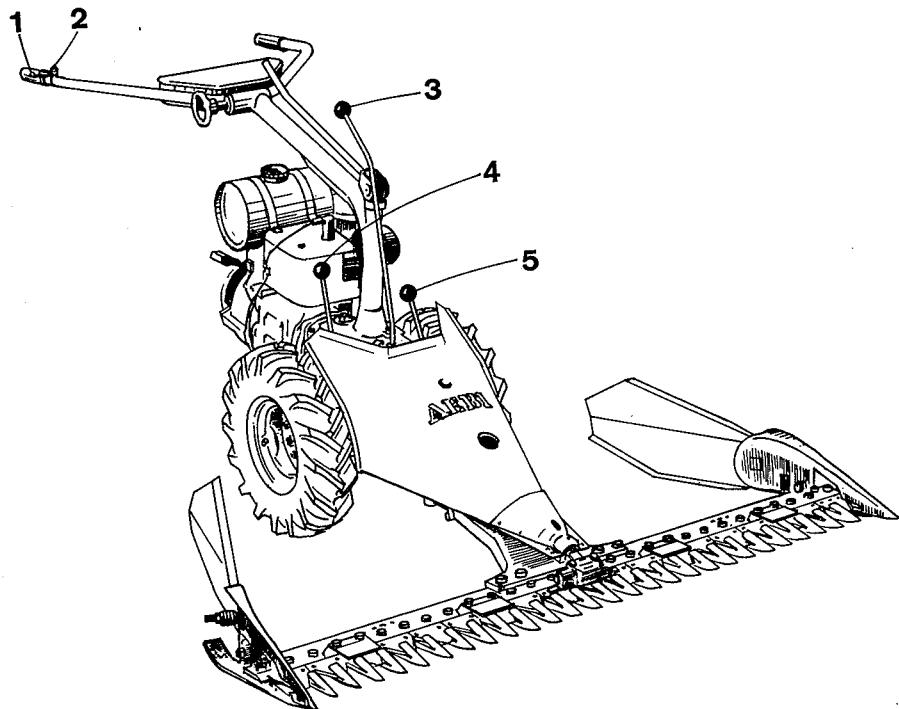

Fig. 1
**Vor jeder Manipulation an der Maschine ist der Umkehrschalt-hebel (Fig. 1) auf 0 (Mittelstellung) zu stellen.**
**Levier d'inversion toujours sur 0 avant chaque manipulation à la machine (fig. 1).**
**Prima di ogni manipulazione alla macchina, la leva di conversione deve essere spostata su 0, per disinnestare il cambio completo (fig. 1).**